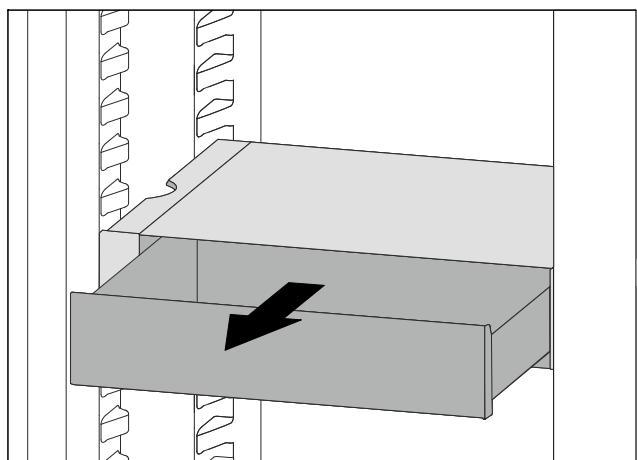

Fig. 114
- VarioSafe-Schubfach hinter den Stopfern auf gewünschter Rippe Fig. 114 (1) oder Fig. 114 (2) aufsetzen.